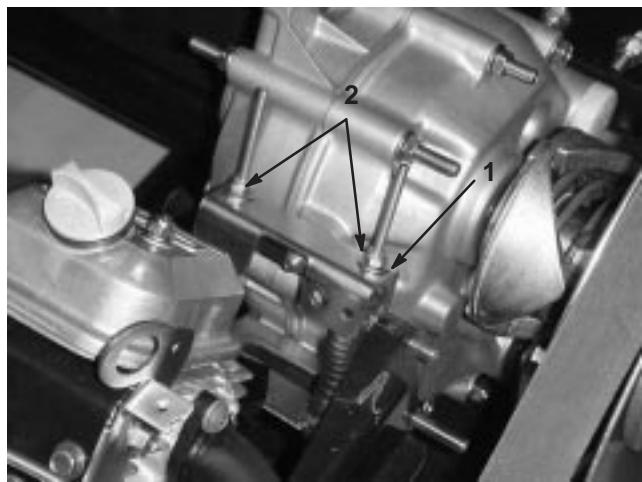

Figure 18
Lors des entretiens courants et/ou des diagnostics du moteur, vous devez placer la boîte-pont au point mort (Fig. 18). La position point mort du levier de vitesses du véhicule commande le point mort de la boîte-pont. Procédez comme suit pour vérifier que le point mort du levier de vitesses actionne correctement le point mort de la boîte-pont :
2. Assurez-vous que la patte de réglage du point mort est en position point mort (horizontale) en tournant l'embrayage (Fig. 18). Le véhicule ne doit pas avancer ni reculer. S'il se déplace, placez manuellement la patte de réglage à la position point mort.
3. Serrez un des contre-écrous (Fig. 18) juste assez pour éliminer le mou du câble de changement de vitesses.